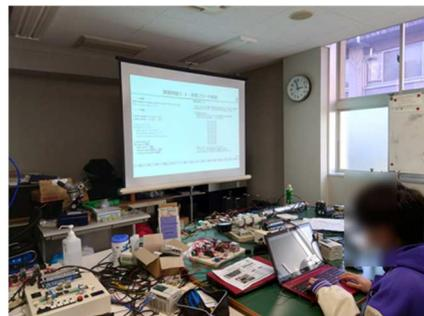

図1. 講習会実施中の様子
<p>報告事項：</p> <p>1. 目的</p> <p>コンピュータやプログラミングにあまり馴染みが無い機械系の学生を主な対象として、AI（Artificial Intelligence）を理解する上で必要なソフトウェアに関するリテラシーを向上させることを目的とする。</p> <p>2. 概要</p> <p>AI およびその実現手段の一つである機械学習は、業種・分野を問わず様々な企業の製品・サービスへ活用されており、全ての技術者にとって理解しておくことが望ましい技術であると言える。本講習会はそのような技術を理解する為に必要な基礎知識の習得を目標とし、カリキュラムは下記に示す通りである。全カリキュラムの受講に必要な時間は、Python 言語を用いたプログラミング経験の有無に応じて9時間から18時間程度が目安である。図1に講習会実施中の様子を示す。</p> <p>①人工知能と機械学習          ②機械学習に必要な知識          ③機械学習実装 ～Scikit-learn ライブラリによる手書き数字識別～          ④機械学習実装 ～ニューラルネットワークによる手書き数字識別～</p> <p>3. まとめ</p> <p>受講した学生のコメントとして好評を得られている点や講習会中の演習問題に対して問題無く取り組んでいる点から、開催目的を十分に果たせる内容であったと判断している。現状の受講人数としては、3月末までに学生4名、教員1名が受講完了見込みであるが、来年度以降に向けて受講者を更に拡大していきたい。</p>